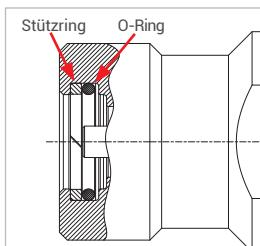

Abbildung 10
- Kontrollieren Sie vor dem Einsetzen des Nippeleinsatzes (Pos. 7) die beiden Dichtelemente (O-Ring und Stützring, Abbildung 10) auf korrekte Einbaurichtung, richtigen Sitz und Beschädigung.